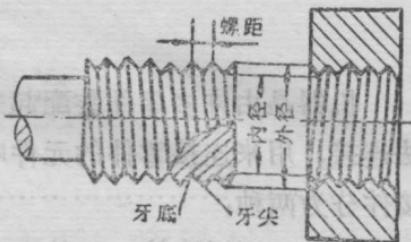

图 2 螺纹的各部名称
**2 螺纹的各部名称** 外螺纹或内螺纹的最大直径叫做螺纹外径(又叫公称直径)，最小直径叫做螺纹内径。沿螺纹的轴心线将螺纹切开，螺纹的断面形状叫牙型，最外部分叫牙尖，最内部分叫牙底。两个相邻的牙尖或牙底之间的轴向距离叫螺距(图2)。